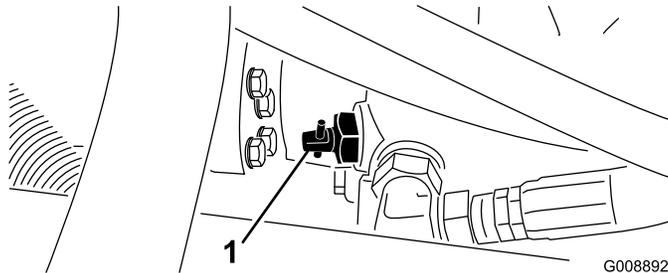

Figura 26
1. Localize a válvula de derivação na bomba (Figura 26) e rode-a 90°.